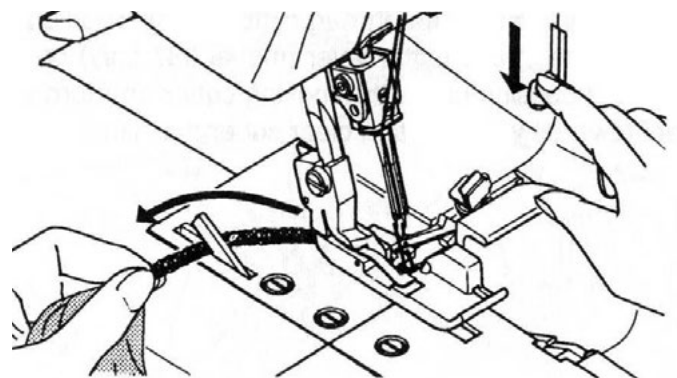

Fig. 3
Beim Nähen eines leichten Stoffes mit 3 Fäden (nur die rechte Nadel) und Einstellen der Stichbreite auf 4-5, kann der Stich nicht schön am Stoffkante sein (Abb. 3). Montieren Sie dann die Führung (B) statt der Führung (A), um einen schönen Stich zu erreichen (Abb. 4).